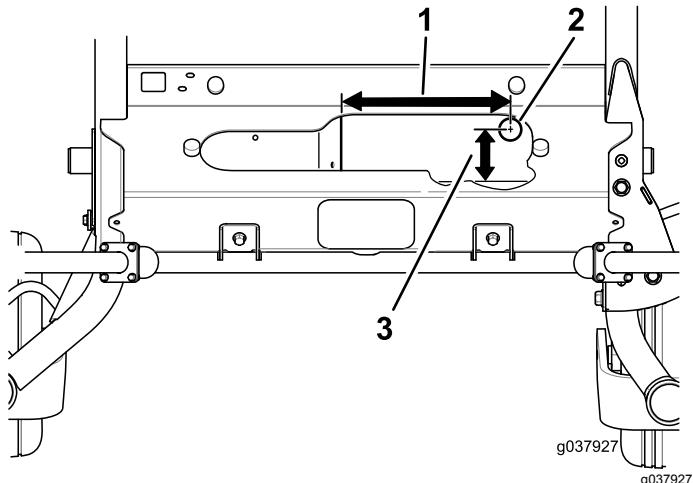

Figure 4
4. Percez les trous comme montré à la Figure 4.